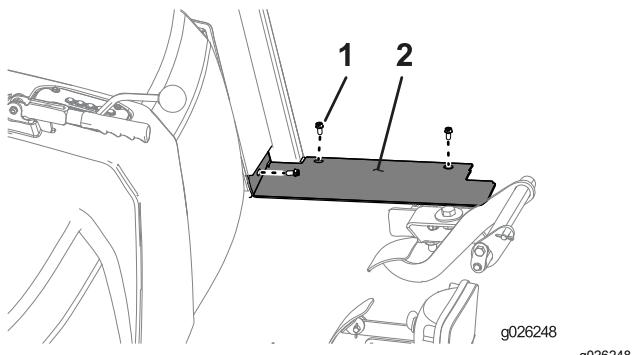

Figura 45
1. Instale os painéis da placa do chão em cada lado da máquina utilizando três parafusos ($\frac{1}{4}$ pol.) como se mostra na Figura 45.